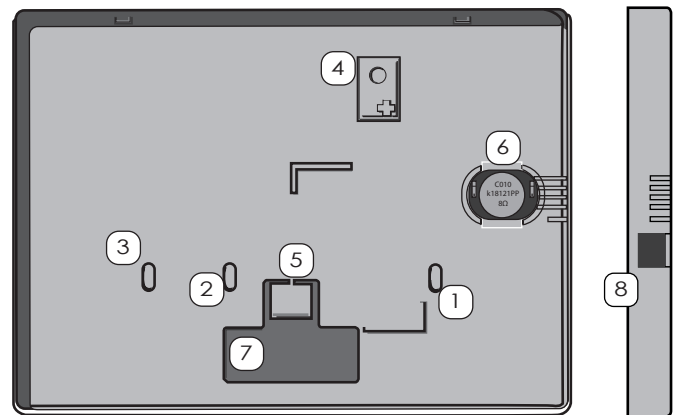

Fig 1. Bakstycke.
1. Dra kabeln genom lämplig kabelgenomföring (hål 7. fig 1).